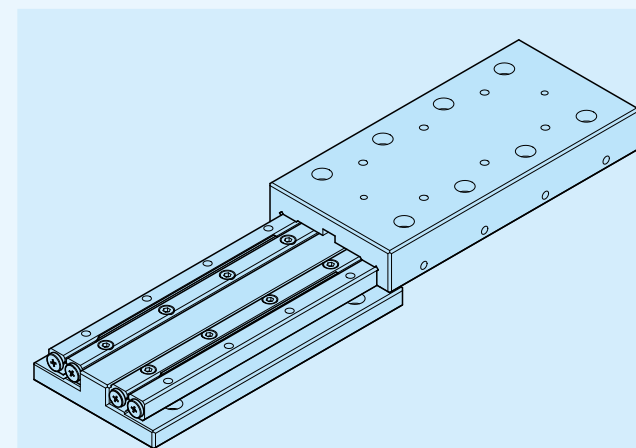

Fig. 21
- Posicione a mesa enquanto segura o guia para impedir que ela se mova. (Referir-se à Fig. 21)